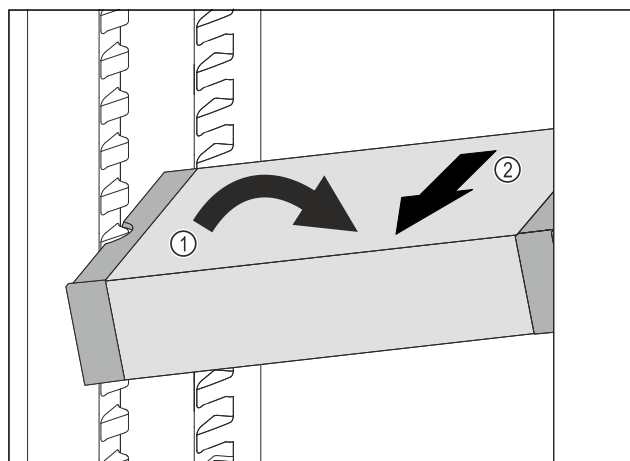

Fig. 146
- Incliner le VarioSafe dans la partie réfrigérateur. *Fig. 146 (1)*
- Sortir le tiroir VarioSafe par l'avant. *Fig. 146 (2)*